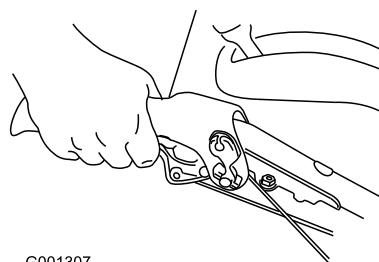

Рисунок 13
4. Для движения вперед включите привод тяги и медленно прижмите левый рычаг тяги к рукоятке (Рисунок 13).